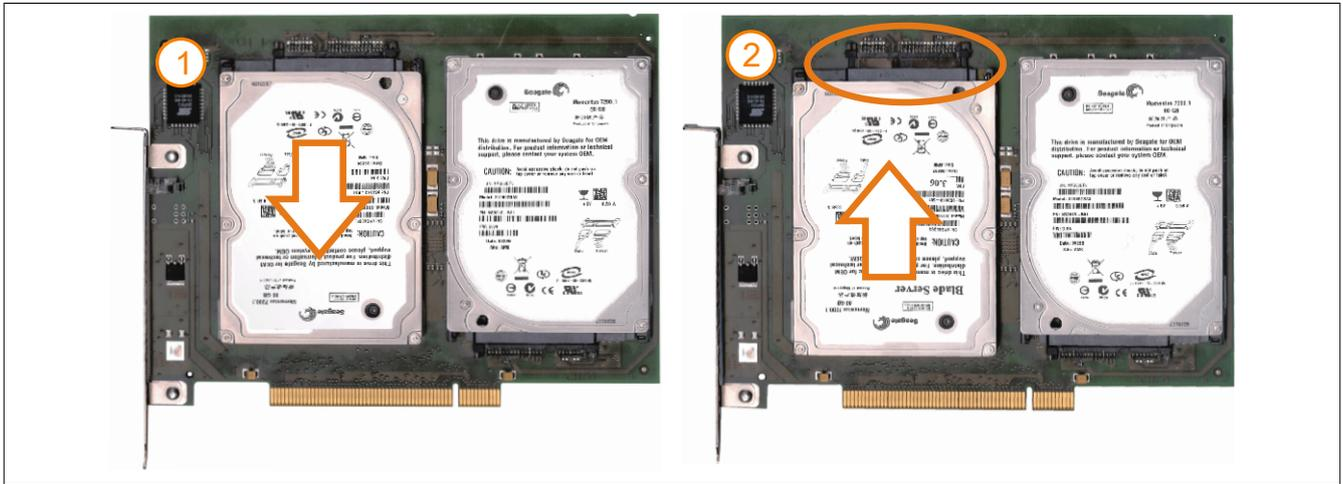

Abbildung 218: Hard Disk Tausch
6. Vorderseitig die Hard Disk nach unten hin wegschieben (Abb. 218: Hard Disk Tausch - linkes Bild).
7. Neue Hard Disk vorsichtig in die Steckverbindung (Abb. 218: Hard Disk Tausch - rechtes Bild) aufstecken und dabei die Hard Disk nur an der Stirnseite, nicht an der Oberseite, berühren.